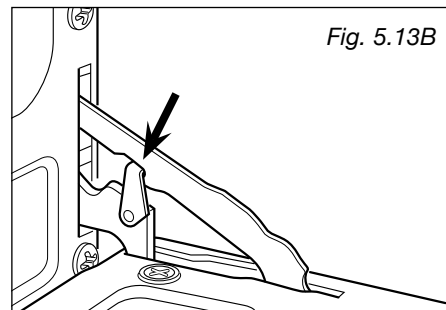

Fig. 5.13B
- Attachez les freins d'axe aux crochets sur les charnières gauche et droite (fig. 5.13B).